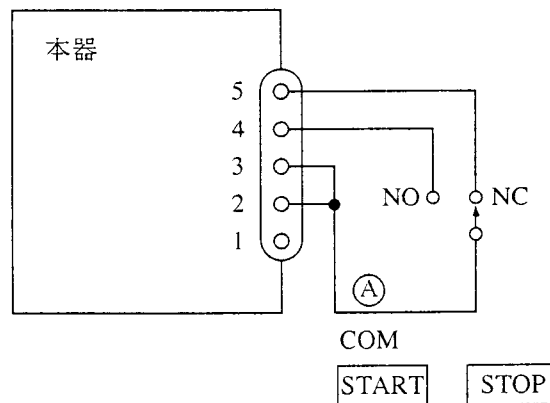

図 4.4
- (c) 図 4.4 の場合は、接点を NO 側に倒した場合に TEST 状態となり、接点を NC 側に戻すと強制的に STOP 状態となります。